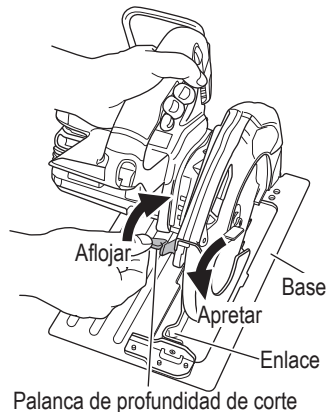

Fig. 19
1. Ajuste de la profundidad de corte (Fig. 19)
- Compruebe si las palancas están apretadas (Fig. 19, 20)